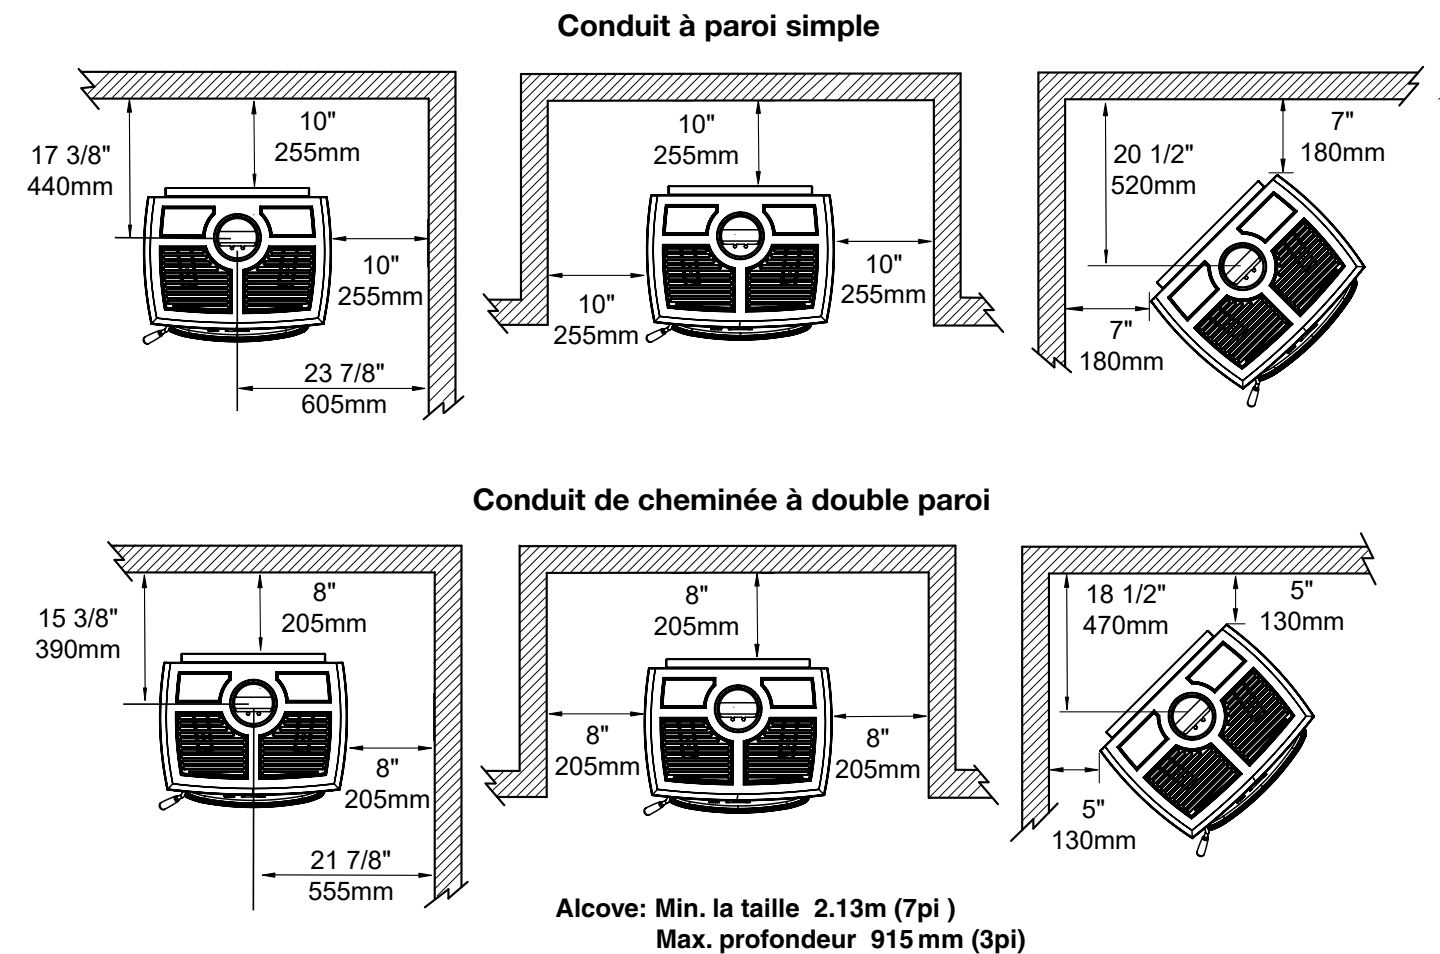

Figure 3: T4 LE Dégagements.
- Les dégagements des surfaces et matériaux combustibles sont indiqués à la pour un événement à cloison simple (Figure 3). Les dégagements peuvent être réduits lorsque différents matériaux d'isolation à la chaleur sont utilisés. Consulter le code des incendies local ou les autorités pour obtenir l'approbation.